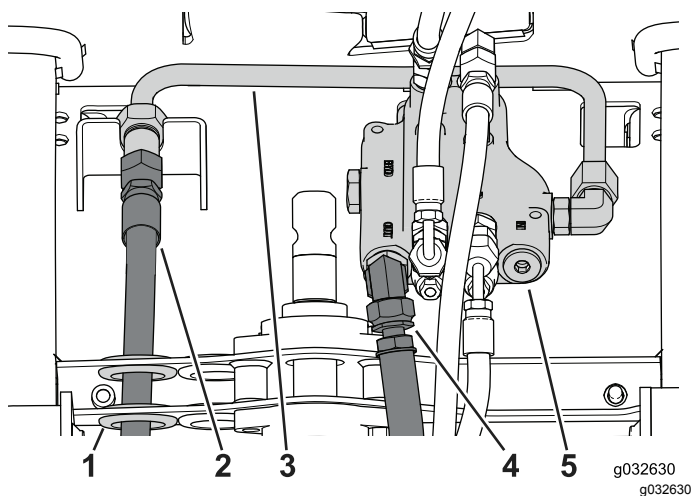

Figure 106
1. Placez un bac de vidange suffisamment grand sous le distributeur (Figure 106).
2. Débranchez le flexible d'alimentation du raccord du tube et tirez-le hors du trou (Figure 106).
3. Débranchez le flexible de retour du distributeur (Figure 106).